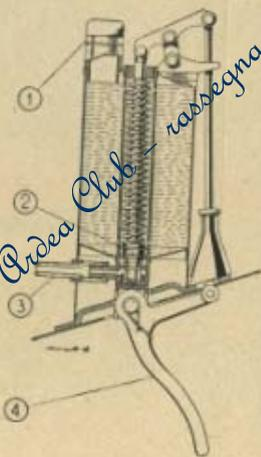

Fig. 31. - Serbatoio e comando alimentatore olio sospensione anter. (montato della vettura 250-4853)
Il rifornimento di olio nelle sospensioni avviene a mezzo di uno speciale dispositivo che consiste essenzialmente in un serbatoio applicato sulla parete interna del cruscotto, sotto il cofano e collegato agli organi della sospensione per mezzo di due tubi di gomma (vedi fig. 31 e 31 bis).
Vi sono due tipi di serbatoio: uno comandato a pedale con alimentazione unica per le due sospensioni (vedi fig. 31) ed uno, di più recente applicazione, comandato a mano, con alimentazione indipendente per le due sospensioni (vedi fig. 31 bis). Nel tipo comandato a pedale la mandata d'olio nelle sospensioni avviene a mezzo di una valvola stantuffo (2), azionata dal pedale (4); ogni qualvolta la sospensione risulta rumorosa per mancanza di olio, occorre dare dalle 7 alle 8 pompate con la leva a pedale (4).
Fig. 31 bis. - Sezione serbatoio sospensione anteriore.